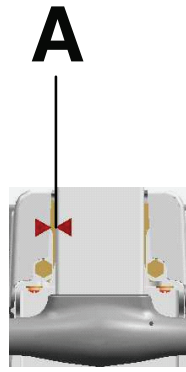

图 5 – 侧护栏箭头指针
3. 拉动侧护栏以确保其栓紧，而且箭头指针 (A) 对齐 (图 5)。